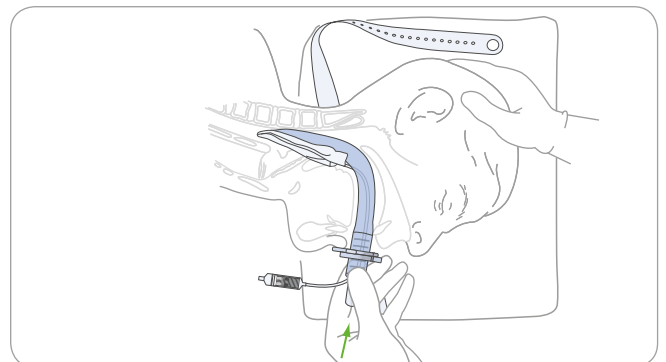

Figura 12. Haga avanzar el dispositivo por la hipofaringe hasta que note resistencia
11. Se percibirá una ligera resistencia cuando el extremo distal del dispositivo llegue a la posición superior en el esfínter esofágico. El dispositivo estará entonces completamente insertado como se muestra en la **Figura 12**.